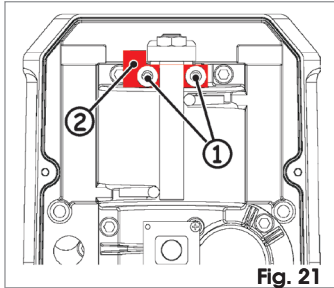

Fig. 21
1. Destornille los dos tornillos, Fig. 21 ref. ①, situados en la parte superior de la barra.
2. Retire el platillo de tope, Fig. 21 ref. ②.